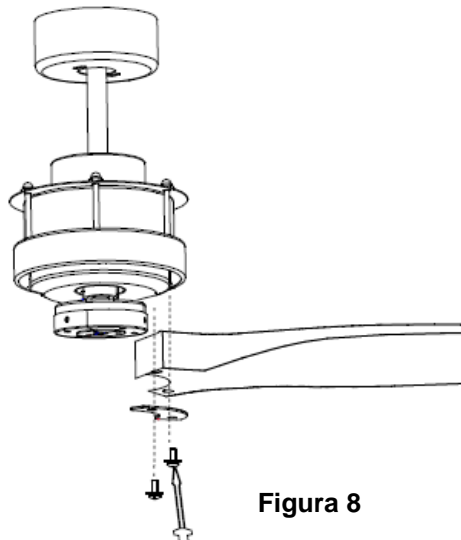

Figura 8
- Inserte los tornillos de los alabes a través del conjunto de alabes y alabes y posteriormente asegure el alabe al motor apretando los 2 tornillos. Figura 8